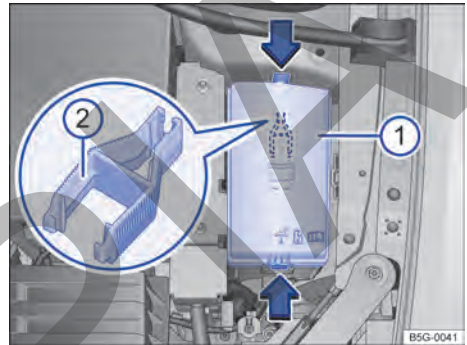

Fig. 191 En el compartimiento del motor: cubierta ① de la caja de fusibles con pinza de plástico ②.
- Presionar las trabas en el sentido de la flecha → fig. 191 ①, para desbloquear la cubierta de la caja de fusibles.
En el lado interno de la cubierta de la caja de fusibles en el compartimiento del motor puede haber una pinza de plástico → fig. 191 ② para retirar los fusibles.